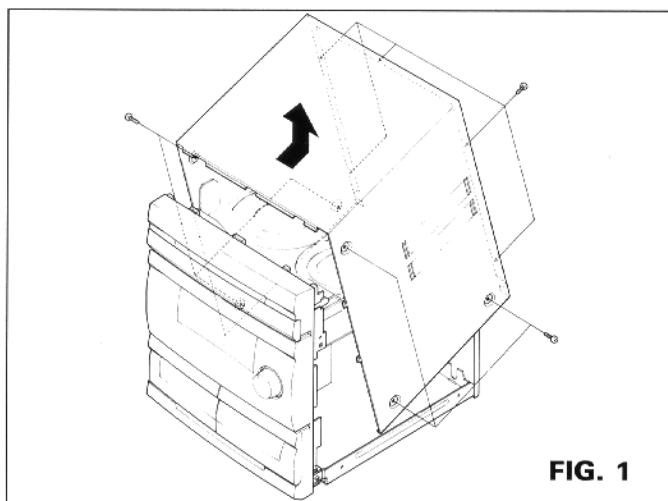

FIG. 1
3.1. Como desmontar o gabinete superior (FIG.1)
- 3.1.2. Levante a parte traseira do gabinete superior inclinando até um ângulo de 40°~60°, como indicado pela seta na FIG.1, e puxe-o para trás.